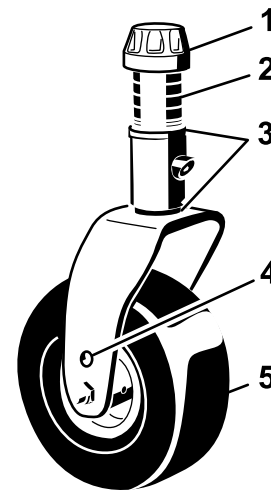
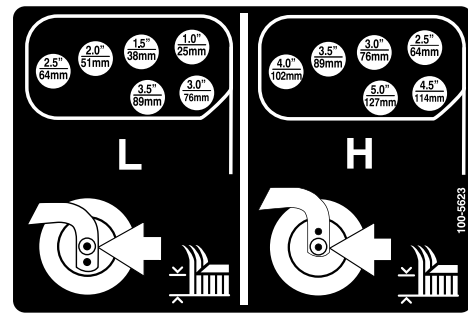
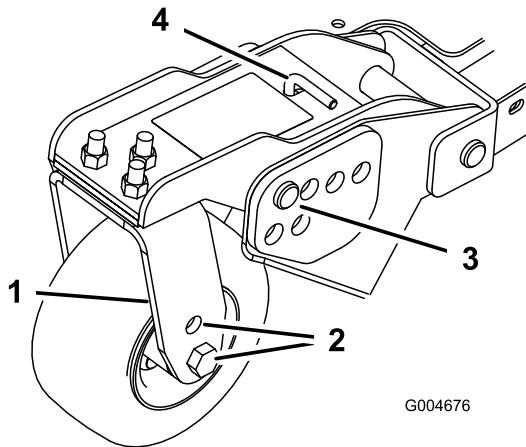

Figure 21
Figure 24
Figure 23
1. Placez les essieux des roues pivotantes dans les mêmes trous sur toutes les fourches (Figure 21 et Figure 23). Pour choisir les trous corrects pour la hauteur de coupe requise, reportez-vous au tableau suivant.
2. Enlevez le chapeau de tension de l'axe de pivot (Figure 21) et sortez l'axe du bras pivotant. Remplacez les 2 cales (3 mm) sur l'axe de pivot comme à l'origine. Elles sont requises pour que les plateaux de coupe soient parfaitement de niveau sur toute la largeur. Placez le nombre requis d'entretoises de 13 mm sur l'axe de pivot pour obtenir la hauteur de coupe voulue, puis ajoutez la rondelle.
4. Enlevez la goupille fendue et les axes de chape des bras pivotant (Figure 23).
5. Tournez la tige de tension pour élever ou abaisser le bras de pivot jusqu'à ce que les trous soient en face de ceux du support de hauteur de coupe sélectionnés dans le bâti du plateau de coupe (Figure 23 et Figure 24).